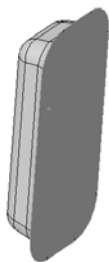
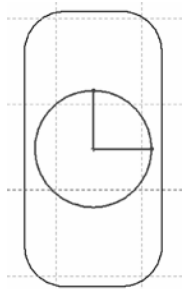

图 7-127 选择草图基准面
图 7-128 绘制定位草图
8) 单击图 7-127 中的底面，然后单击“标准视图”工具栏中的“正视图”按钮, 将该表面作为绘制图形的基准面。单击“草图”工具栏中的“圆”按钮和“直线”按钮, 以基准面的中心为圆心绘制一个圆和两条互相垂直的直线，如图 7-128 所示，单击“退出草图”按钮.